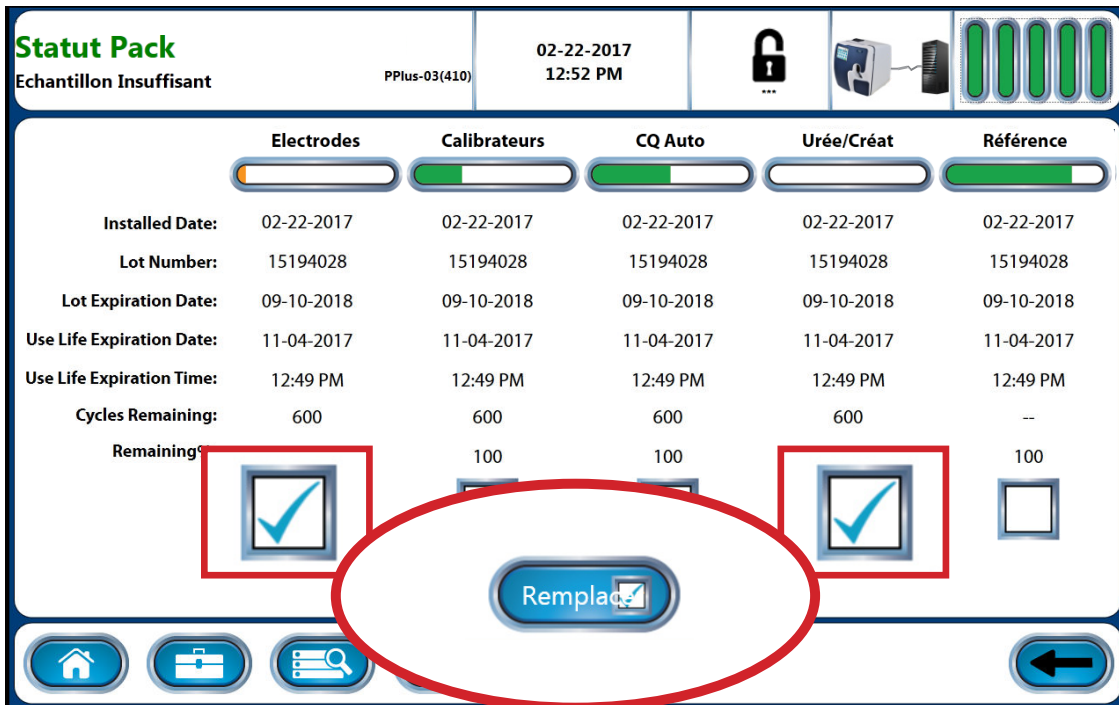

Figure 5.4 Écran d'état des cartouches
2. Cochez la case en bas de la ou des colonnes représentant la ou les cartouches à remplacer (Figure 5.4). Une coche apparaîtra pour les cartouches sélectionnées.